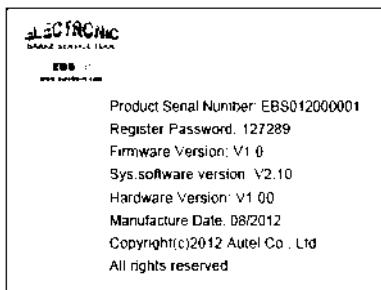

Рисунок 3-6
- 2) Ознакомьтесь с информацией о сканере, отображаемой на экране дисплея. См. рисунок 3-6. Нажмите кнопку **ESC**, чтобы закрыть окно без сохранения изменений.